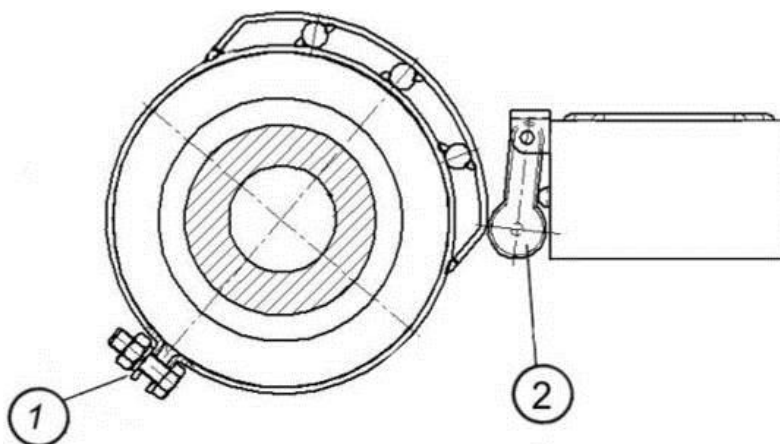
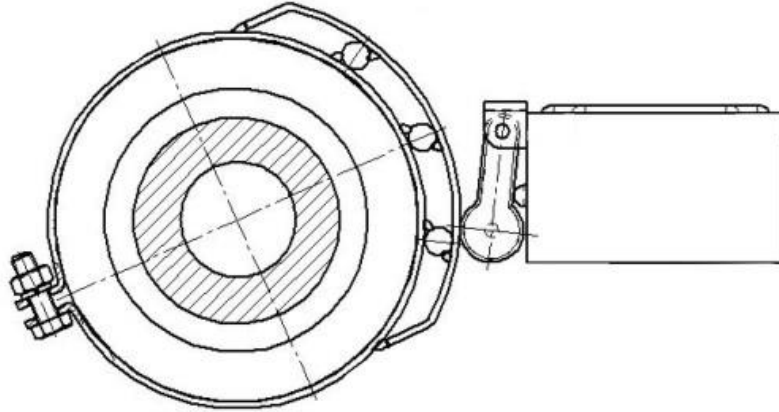

Рис. 6.4.11
Рис. 6.4.13
3. Ослабьте зажим кулачка 1 на передней балке и поворачивайте кулачок до тех пор, чтобы ролик концевого выключателя 2 находился в конце наклонного выступа и был сжат (рис.6.4.11). Закрутите зажим кулачка 1.
5. В рабочем положении при севе, когда рабочие органы находятся в земле, выключатель сжат, и ролик находится на выступе кулачка (рис.6.4.13).
**ЭТО ВАЖНО:** Конструкция концевого выключателя подразумевает две пары контактов при подключении электропровода к нему. Одна пара работает на замыкание контактов, другая на размыкание. При подключении электропроводов нужно использовать пару контактов, работающую на **размыкание** – нормально-замкнутую. То есть в рабочем положении посевного комплекса при севе (рис.6.4.11 и рис.6.4.13) контакты концевого выключателя должны быть разомкнуты.